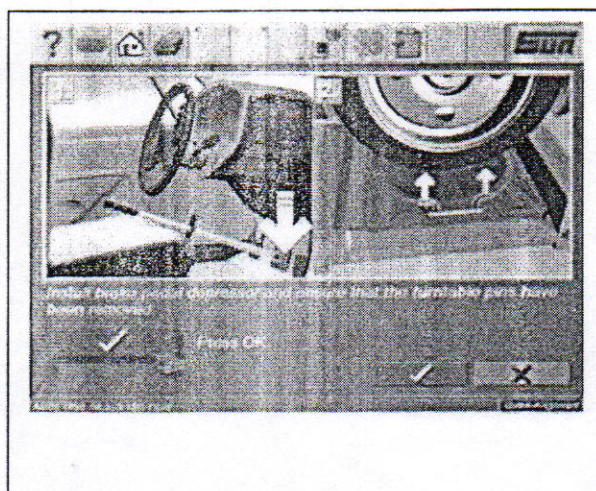

Рис. 3. Фиксация педали тормоза и удаление штырей поворотных платформ
**6. Обеспечение достоверности измерений.** Зафиксируйте педаль тормоза в нажатом положении и удалите штыри поворотных платформ (рис. 3).